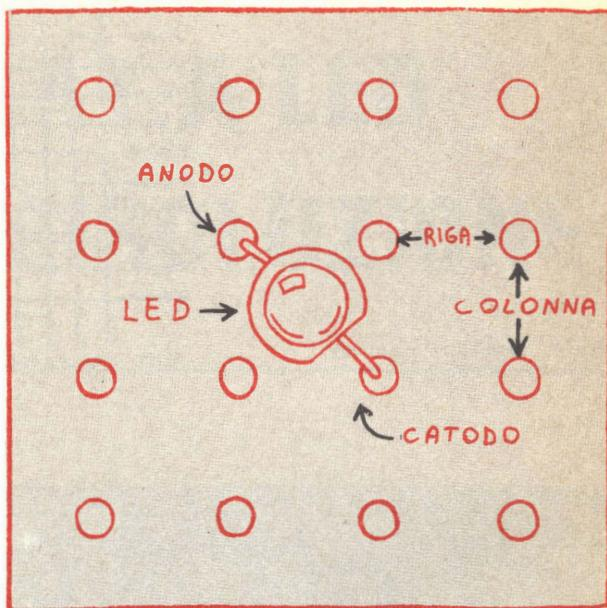

Fig. 3 - Orientamento di un LED del complesso.
- Si installi una colonna di dieci LED per volta, accertandosi che i diodi stessi siano orientati come illustrato nella *fig. 3*. Il
**Funzioni degli amplificatori operazionali** - Nella fig. 3 è illustrato il principio fondamentale dell'amplificatore operazionale; in tale circuito, la tensione d'uscita ( $V_{OUT}$ ) è pari al valore che si ottiene moltiplicando la resistenza di controreazione ( $R_F$ ) dell'amplificatore per la tensione in entrata ( $V_{IN}$ ), e dividendo il risultato per la resistenza d'entrata ( $R_{IN}$ ). Algebricamente, tale calcolo si esprime nel modo seguente:  $V_{OUT} = -R_F V_{IN} / R_{IN}$ . Questa semplice relazione, o funzione di trasferimento, significa che un amplificatore operazionale può sia moltiplicare sia dividere. Se  $R_{IN}$  è pari a 1  $\Omega$ , l'amplificatore operazionale moltiplicherà la tensione d'entrata per la resistenza di controreazione. Parimenti, se la tensione d'entrata ha il valore costante di 1 V, l'amplificatore operazionale dividerà la resistenza di controreazione per la resistenza d'entrata.